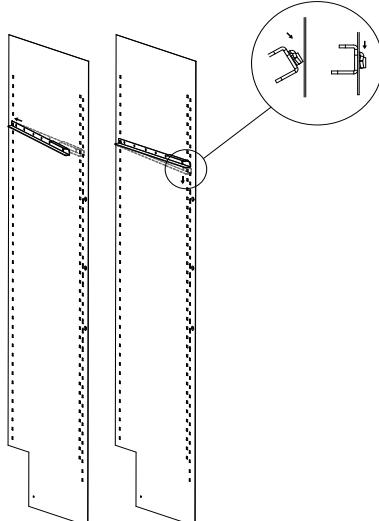
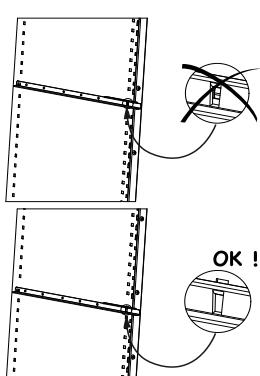

Abbildung 1
Abbildung 2
- Entfernen Sie die Schutzelemente im Innern und an der Ausenseite Ihres Klimaschranks, auch den Schutzkeil am unteren Scharnier. (siehe Abbildung (1))
- Setzen Sie den StopSEL an seinen Platz (siehe Abbildung (2)), den Sie in Ihrem Zubehör-Sackchen finden, um das Loch des unteren Scharniers zu verschließen.
- Zwischen den Regalen wurden jeweils Schutzkeile für den Transport angebracht . 2 Keile pro Regal (Bild 1). Entfernen Sie diese alle durch eine Drehbewegung (Bild 2). Sie können diese Keile aufbewahren und wieder verwenden, wenn Sie Ihren Weinklimaschrank über eine längere Distanz transportieren müssen. • Rollen Sie das Stromkabel ab, damit es mit keinem Teil des Geräts in Berührung kommt.
1. Schieben Sie 2 Führungsschienen in die hierfür vorgesehenen Führungsleisten. Platzieren Sie für jedes Regal eine Schiene rechts und eine Schiene links (siehe Abbildung 1). Achten Sie darauf, die Schienen an der richtigen Stelle einzuschieben (siehe Abbildung 2).